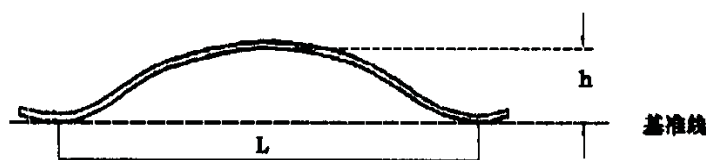

图 1
直线度 (t): 以玻璃管一条母线上任意两点连成的直线为基准线, 两点间玻璃管母线偏离基准线的最大距离 (h) 与基准线长度 (L) 之比 (见图 1)。